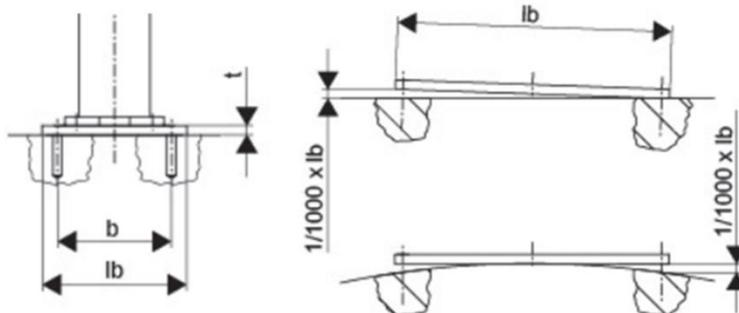

fig. 24
- a) Verificare che l'inclinazione del piano dove si vuole posizionare la contropiastra rientri nelle tolleranze mostrate in fig. 24; in caso negativo, provvedere al livellamento della superficie. Non inserire spessori tra pavimento e contropiastra.